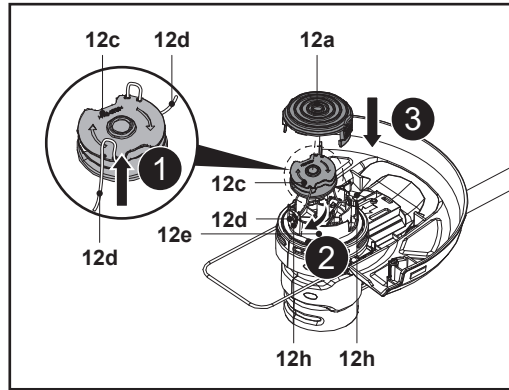

Fig. 26
6. Solte o fio do aparador (12d) dos entalhes e mantenha-o nessa posição. Evite que o fio do aparador (12d) se separe da bobina do aparador (12c) (Fig. 26, passo 1).
7. Passe a extremidade do fio do aparador através do olhal (12h) na caixa (12e) (Fig. 26, passo 2).
9. Introduza a bobina do aparador (12c) na caixa (12e) (Fig. 26, passo 3). Torça a bobina até encaixar no devido lugar.